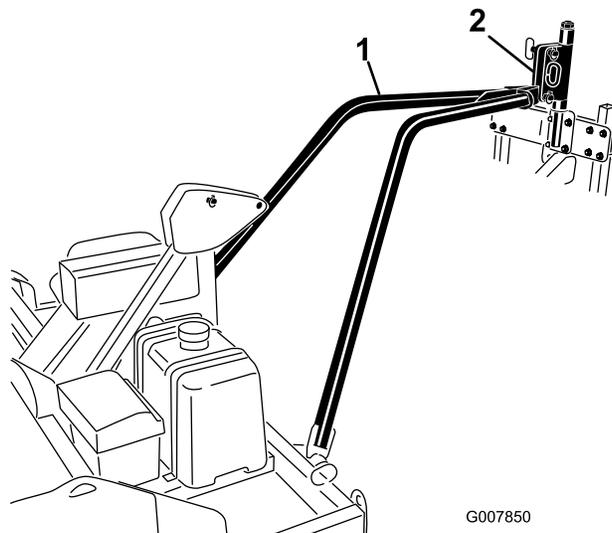

Рисунок 13
4. Снимите стяжку или канат и опустите фасонку буксировочного кронштейна в сцепной шарнир аэратора (Рисунок 13).